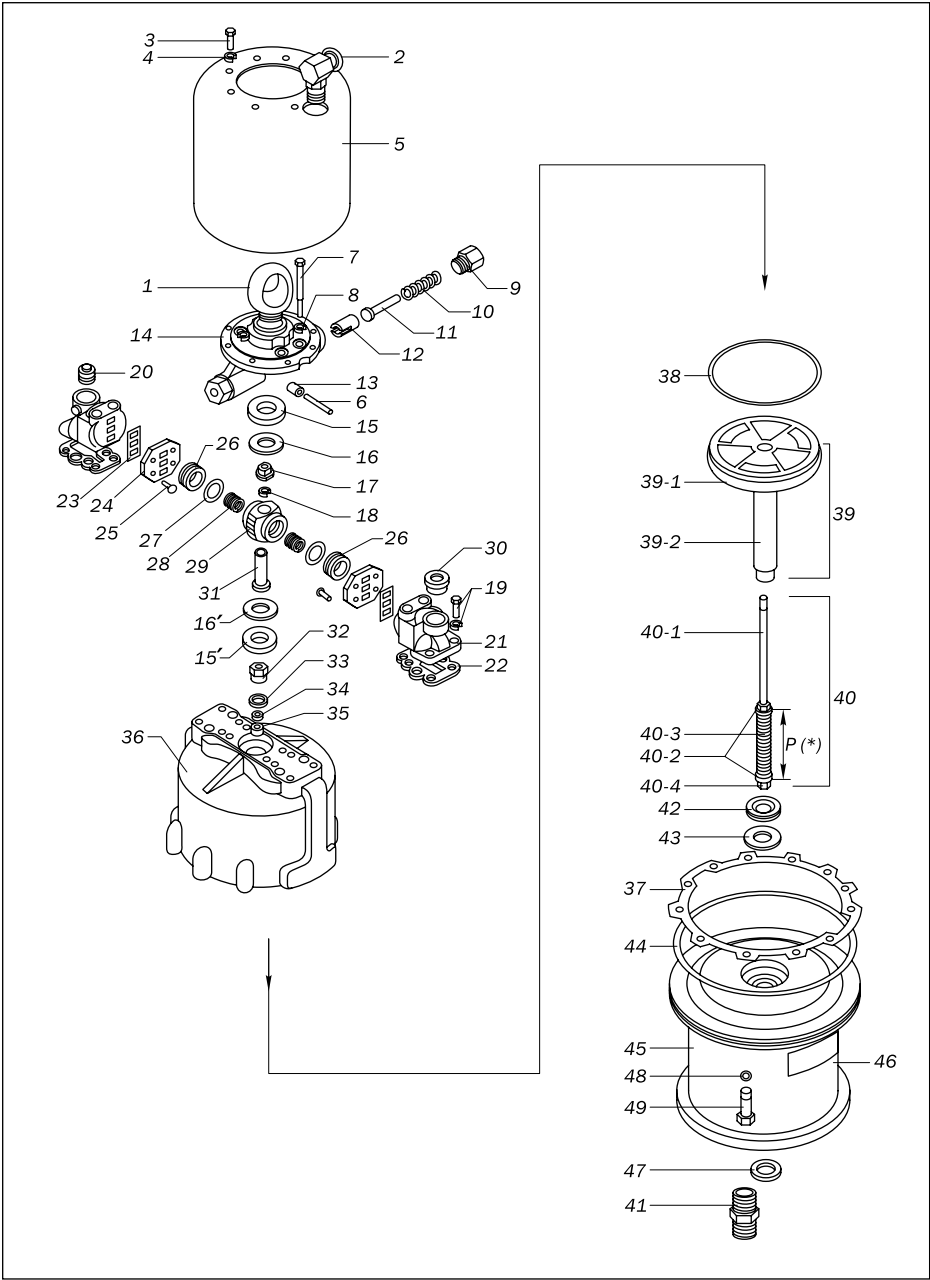

Рис. 9.1.1. Устройство мотора окрасочного аппарата.
См. рис. 9.1.1.
4. Отвернуть штуцер (2, рис. 9.1.1).
5. Вывернуть болты 3, снять защитный кожух 5, снять резиновый уплотнитель 30 (рис. 9.1.1).
6. Отвернуть пробку стопора 9, извлечь пружину 10, сердечник 11 и толкатель 12 (рис. 9.1.1) с обеих сторон блока стопорного механизма.
7. Вывернуть болты 7 (рис. 9.1.1).
8. Аккуратно поднять корпус стопорного механизма так, чтобы ролик стопора 13 и ось 6 (рис. 9.1.1) не выпали.
9. Извлечь из блока стопорного механизма ось ролика 6 и ролик 13 (рис. 9.1.1).
10. Отделить шайбу 16 и резиновую прокладку 15 (рис. 9.1.1).
11. Медленно поднимайте клапанную головку 29, поджимая пальцами подпружиненные клапаны 26 (рис. 9.1.1).
12. После полного подъема клапанной головки 29 поверните ее на 90° и уприте ее в коллекторы 21 (рис. 9.1.1).
13. Медленно уберите пальцы и извлеките клапаны 26, уплотнительное кольцо 27, пружину 28 (рис. 9.1.1).
14. Вытяните до упора узел клапанной тяги 40, захватите ее трубными клещами через прокладку из мягкого металла (медь, латунь) ниже грани посадочной втулки 31 (рис. 9.1.1).
15. Отверните гайку клапанной тяги 17 (рис. 9.1.1) и снимите клапанную головку.
16. Извлеките пружинную шайбу 18 (рис. 9.1.1) и посадочную втулку 31 (рис. 9.1.1).
17. Извлеките шайбу 16' и гайку клапанной тяги 15' из паза в цилиндре 36 (рис. 9.1.1).
18. Отвернуть направляющую втулку клапанной тяги 32, извлечь медную уплотнительную шайбу 33, кожаное уплотнительное кольцо 34, герметизирующую манжету 35 (рис. 9.1.1).
19. Отвернуть болты 49 и отделить цилиндр 36 (рис. 9.1.1), поднимая вертикально вверх.
кольцо 38 (рис. 9.1.1).
21. Зажмите шестигранную часть штока поршня 39 в тисках и отверните основание мотора 45 (рис. 9.1.1).
22. Извлеките узел клапанной тяги 40 из поршневого узла 39 (рис. 9.1.1).
23. Проверьте размер «Р» на узле клапанной тяги 40 (рис. 9.1.1). Он должен равняться 139,7 мм. Если размер отличается от номинала, замените узел клапанной тяги 40 (рис. 9.1.1).
24. Извлеките манжету 42, грязесъемное кольцо 47 (рис. 9.1.1).
25. Снимите уплотнительную прокладку 37 с основания мотора 45 (рис. 9.1.1).
26. Переверните основание мотора 45 и извлеките уплотнитель 50 (рис. 9.1.1).
2. Переверните основание мотора 45 (рис. 9.1.1)
3. Смажьте уплотнитель 50 и запрессуйте в основание мотора 45 (рис. 9.1.1).
5. Смажьте манжету 42 (рис. 9.1.1) и установите в основание мотора кромкой вверх.
6. Установите виброгаситель 44 на основание мотора 45 (рис. 9.1.1).
7. Установите уплотнительную прокладку 37 на основание мотора 45 (рис. 9.1.1), ориентируя относительно отверстий.